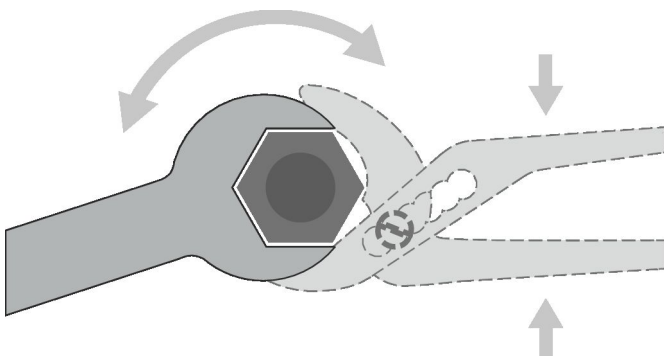

Abb. 29: Mit Rohrzanze gegenhalten
- 1 ▶ Den Gewindeanschluss des Wärmeübertragers mit einer Rohrzanze (Abb. 29 /2) fixieren.
- 2 ▶ Den Wärmeübertrager unter permanentem Gegenhalten des Gewindeanschlusses mit einem Sechskantschlüssel (Abb. 29 /1) an den bauseitigen Anschluss anschließen.
- Beim Anschluss den Gewindeanschluss am Wärmeübertrager mit einer Rohrzanze (Abb. 29 /2) fixieren.